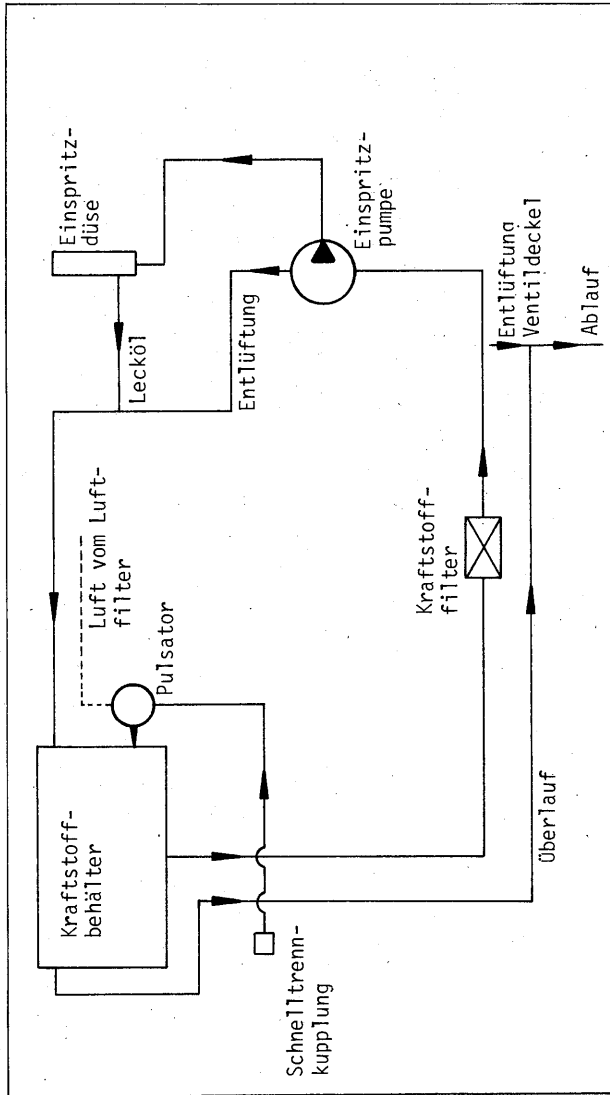

Bild 33 Kraftstoffschema
- 2 Kraftstoffleitungen am Motor trennen (Leitungsverlauf, siehe Bild 33).